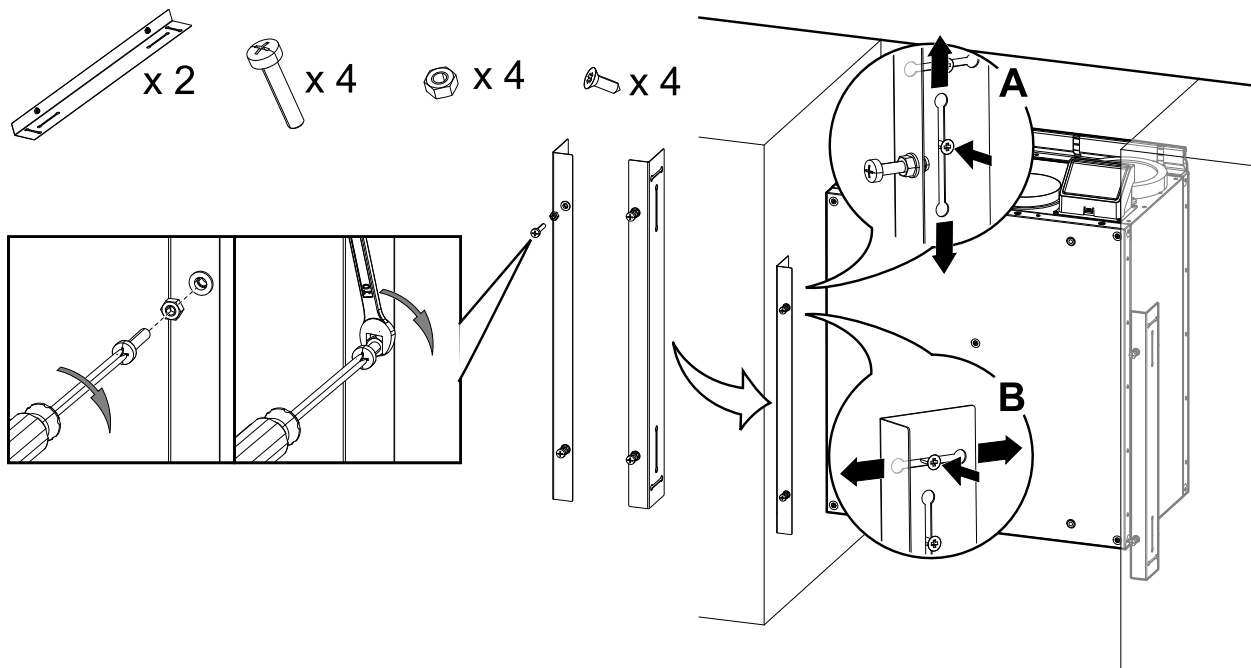

Bild 21 Die Installation der Schrauben und Halterungen
1. Vier M6-Schrauben in die Gewindeeinsätze am Gerät montieren und mit Sechskantmuttern sichern (Abbildung 21). Der Abstand der Schrauben kann nachträglich justiert werden.
Die Halterungen sind vertikal (Abbildung 21, A) und horizontal justierbar (Abbildung 21, B). Richten Sie die Halterungen an der Unterseite des Gerätes aus. Ziehen Sie die Schrauben nach dem Einstellen der Halterungen fest an.